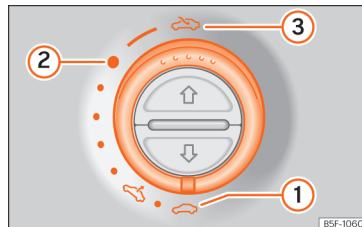

Abb. 110 Im Dachhimmel: Schalter zum Öffnen und Schließen drehen.
- Öffnen: Drehen Sie den Schalter auf die Position »» Abb. 110 ③.
- Komfortstellung: Drehen Sie den Schalter auf die Position »» **Abb. 110** ②.
- Schließen: Drehen Sie den Schalter auf die Position »» **Abb. 110** ①.
- Der Schalter »» **Abb. 110** muss auf der Position „geschlossen“  stehen.